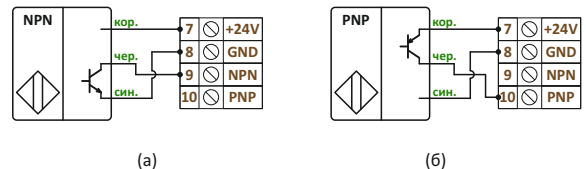
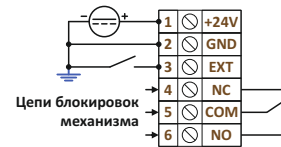

Рис. 2. Подключение различных датчиков к устройству контроля скорости SCD-01.
Рис. 3. Подключение питания и цепей блокировок к УКС.
УКС работает совместно с индуктивным или емкостным датчиком обеспечивая его электропитание. Датчик подключается к клеммам 7-10 по трёхпроводной схеме (рис. 2а – 2б), а клеммы 1-6 предназначены для подачи на УКС рабочего напряжения и блокировки контролируемого механизма (рис. 3).
На рис. 2а и 2б показана схема подключения к УКС типового трёхпроводного индуктивного или емкостного датчика положения с выходом типа «открытый коллектор». Когда движущиеся части механизма попадают в зону его чувствительности, на входе УКС формируются электрические импульсы.
Клеммы 4, 5 и 6 используются для блокировки контролируемого объекта, клеммы 1 и 2 служат для подачи на УКС напряжения питания, клемма 3 служит для подключения внешнего сигнала управления (в случае работы в составе релейных схем), а к контактам 7, 8, 9 и 10 по одной из схем (рис. 2а – 2б) подключается соответствующий датчик.
- Контакты реле возвращаются в положение, показанное на рис. 3, если:
- подключить к УКС датчик в соответствии с рис. 2а–2б.